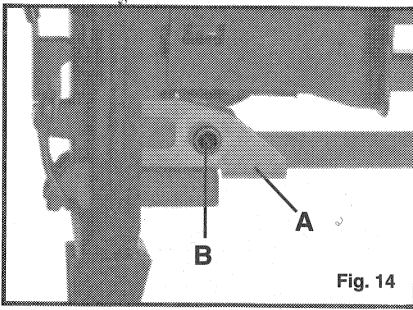

Fig. 14
El Modelo NS150 viene de la fábrica con una Guía de Grapas (A) Fig. 14, montada. La Guía está sujeta con un perno (B) Fig. 14. **Tiene que** usar la Guía de Grapas cuando meta grapas con un largo menos de 1¹/₈". **Tiene que** quitar la Guía de Grapas para meter grapas con un largo de 1¹/₈" o más.
Para quitar la Guía de Grapas: saque el perno (B) Fig. 14 y deslice la Guía de Grapas de la máquina. Guarde la Guía de Grapas y el perno para usarlos en el futuro.